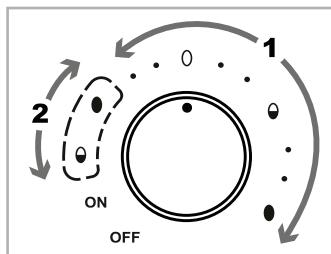

Fig. 1
- 1) Réglez le bouton rotatif ⑦ sur la position correspondant au degré de dureté souhaité des œufs. Utilisez la zone de réglage «1» (voir fig. 1) avec les symboles et les points correspondants devant :
Pour la première cuisson, la plage de réglage «1» avec les symboles et les points correspondants devant s'appliquer. Pour la deuxième cuisson, la plage de réglage «2» avec les symboles encadrés s'applique (voir fig. 1).
- 2) Tournez le bouton rotatif 7 sur la position correspondant au degré de dureté le plus bas des œufs (la zone de réglage «1» s'applique, voir fig. 1). Le voyant de contrôle 8 s'allume et la cuisson débute.
- 5) Refermez le couvercle 2 et tournez le bouton rotatif 7 jusque sur la position des symboles encadrés (plage de réglage «2», voir fig. 1), correspondant au degré de dureté souhaité des œufs restant dans l'appareil :